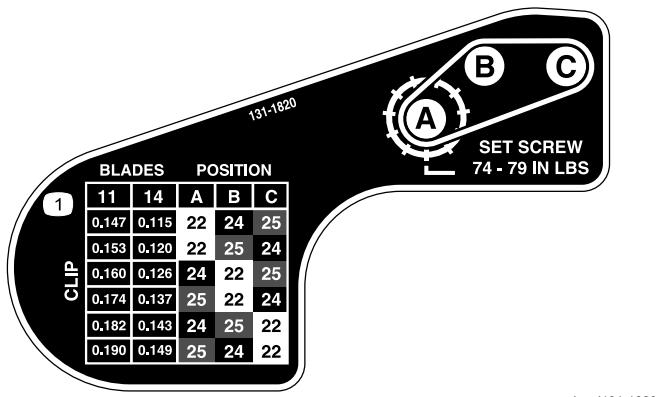

Рисунок 18
6. Используя таблицу, приведенную на наклейке в Рисунок 18, определите нужную настройку срезания и какие шкивы необходимо переместить.
- Установите каждый шкив в новой конфигурации, как показано на наклейке (Рисунок 18).